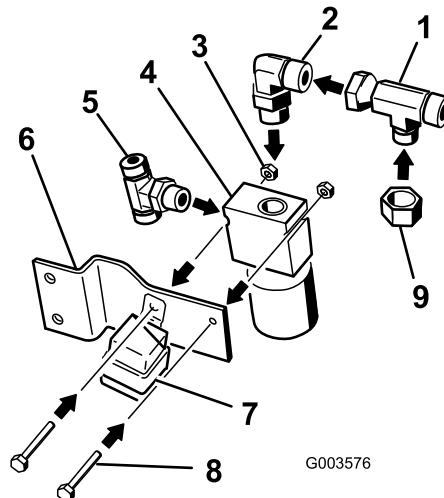

Figura 12
1. Instale los acoplamientos con los ángulos indicados en las figuras. Instale el acoplamiento en T en el lateral de la válvula. Consulte el acoplamiento en T correcto en Figura 12.
2. Instale un codo pequeño de 90 grados en la parte superior de la válvula (Figura 12).
3. Conecte el adaptador en T al codo de 90 grados. Consulte el acoplamiento en T correcto en Figura 12.
4. Instale el tapón en el adaptador en T (Figura 12).
6. Instale la válvula en el soporte de la válvula con 2 pernos ($\frac{1}{4}$ " x $1\frac{3}{4}$ ") y 2 tuercas ($\frac{1}{4}Figura 12.$